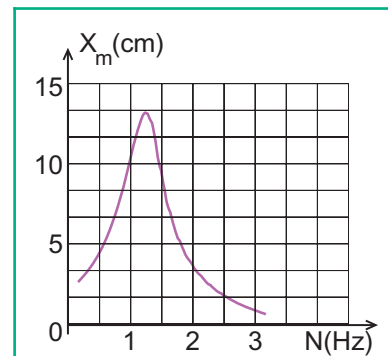

Fig.4 : Courbe  $X_m = f(N)$
On fait varier la fréquence de rotation du moteur et on mesure à chaque fois l'amplitude des oscillations du pendule élastique. Les résultats des mesures permettent de tracer la courbe de réponse  $X_m = f(N)$  de la figure 4.
1°) Décrire la courbe de la figure 4 et en déduire l'influence de la fréquence  $N$  des excitations sur l'amplitude  $X_m$  des oscillations du pendule élastique.
- 3°) La courbe de la figure 4 est appelée courbe de résonance d'élongation. Justifier cette qualification ainsi que la désignation du pendule élastique comme étant le résonateur.
Lorsque l'amortissement est faible (absence de voile sur le palet), l'amplitude  $X_{m_0}$  à la résonance est très grande et diminue considérablement dès que la fréquence des excitations est légèrement différente de la fréquence de résonance, ce qui donne à la courbe de résonance de la figure 4 cette forme caractérisée par un pic étroit et très prononcé. Une telle résonance est dite **aiguë**.